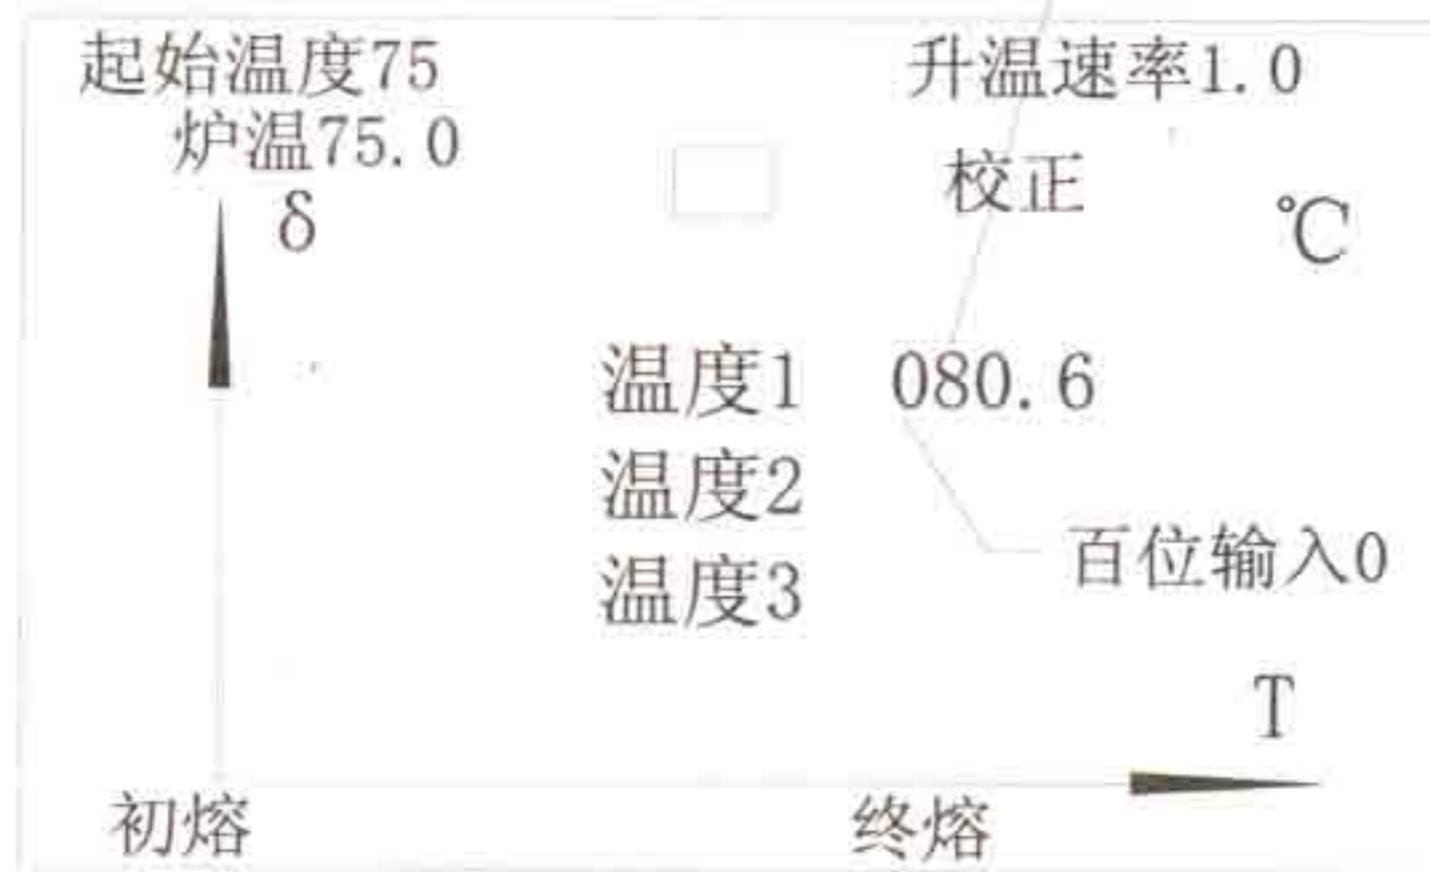

图 10
③ 1 点校正（见图 10）：
用户可根据自己的实际情况设定标准样品的终熔温度，输入完毕后按“”键表示确认，仪器将自动清除温度输入界面而恢复到测量界面，然后按照前述测量药粉的方法，测量标准样品（注：输入了几个温度就必须测量几种标准样品、输入温度的顺序与测量样品的顺序无关、当标准样品的温度低于100℃时应将百位输入为0如：80.6℃应输入为080.6℃见图10）；